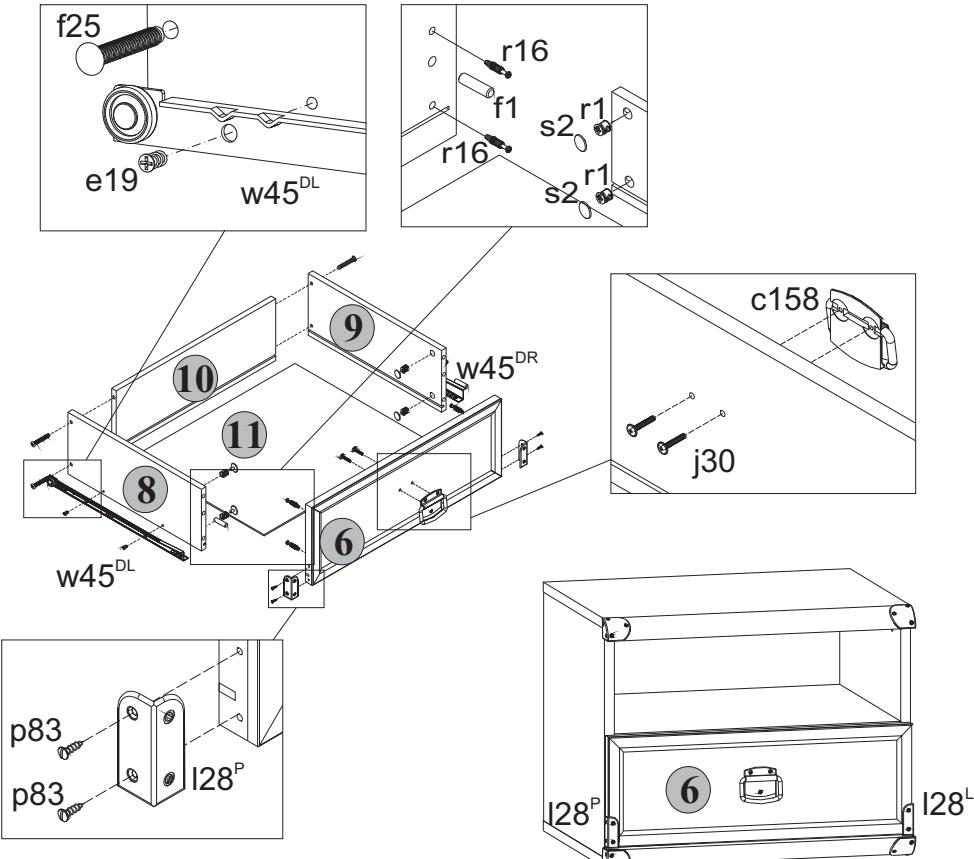

Рис. 3
5.13 В отверстия диаметром **15 мм** на внутренних поверхностях стенок боковых **8** и **9** корпуса выдвижного ящика вставить стяжки эксцентриковые **r1** (см.рис.3).
5.14 В отверстия диаметром **5 мм** на внутренней поверхности панели передней **6** ящика выдвижного с помощью крестообразной отвертки вкрутить винты стяжки **r16** (см.рис.3).
5.16 Соединить панель переднюю **6** с корпусом ящика выдвижного и затянуть стяжки эксцентриковые **r1**, пользуясь специальным ключом **z1**. Закрыть стяжки эксцентриковые заглушки **s2** (см.рис.3).
5.12 В отверстия диаметром 8 мм на передних кромках стенок боковых 8 и 9 корпуса выдвижного ящика вбить деревянные шканты f1 (см.рис.3).